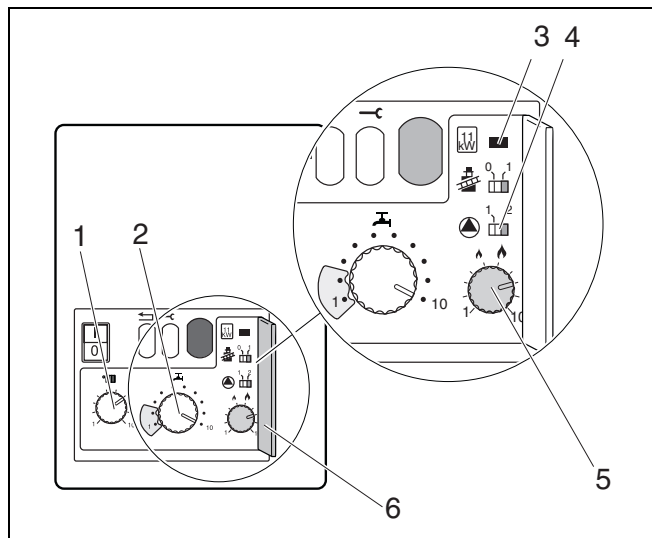

Fig. 22 Livello di servizio
Legenda fig. 22
- Tarare il regolatore (fig. 22, pos. 1), secondo il dimensionamento dell'impianto, sulla temperatura di mandata desiderata, conformemente alla tabella 3.
- Tarare con il regolatore (fig. 22, pos. 2) la temperatura dell'acqua calda desiderata secondo la tabella 4.
- Aprire la copertura del secondo livello di servizio (fig. 22, pos. 6).
- Tarare la potenza di riscaldamento sul regolatore (fig. 22, pos. 5) secondo il fabbisogno termico corrispondente (tabelle 5). Rispettare, durante la regolazione, le perdite di potenza del sistema di scarico dei gas combusti (tabelle 6).
- Porre l'interruttore ▲ (fig. 22, pos. 4) in posizione "1": la temporizzazione della pompa è ora di 5 min. Portare l'interruttore ▲ in posizione "2" se l'impianto è regolato in funzione della temperatura ambiente e sussiste pericolo di gelo per le parti dell'impianto situate al di fuori del campo di rilevamento del regolatore della temperatura ambiente, ad esempio radiatori nel garage. La temporizzazione della pompa è 24 h.
- Rimuovere il jumper (fig. 22, pos. 3) e conservarlo.